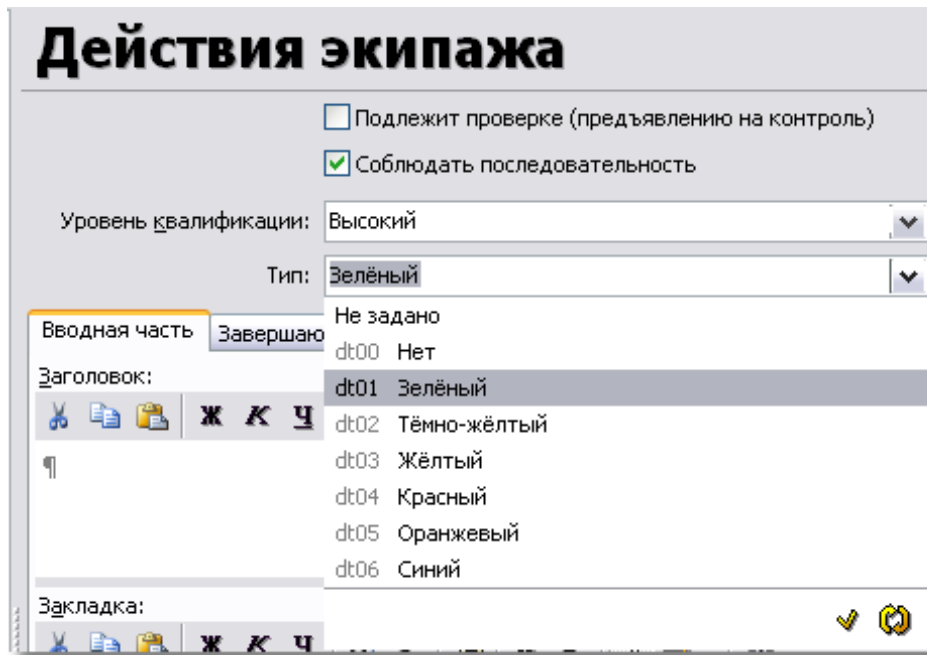

Рисунок 489
4) В поле **Тип** выберите из выпадающего списка тип действия экипажа. Цвет по стандарту S1000D обозначает категорию сложности ситуации (рисунок 489).